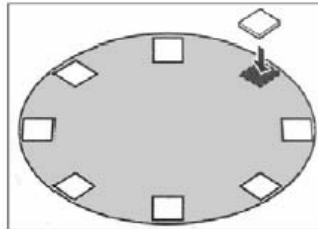

fig. 8
- e) Enlevez les profilés inférieurs et les plaques de base et étendez les dalles de patio tout autour du cercle où se trouvaient les plaques de base (Fig.8).